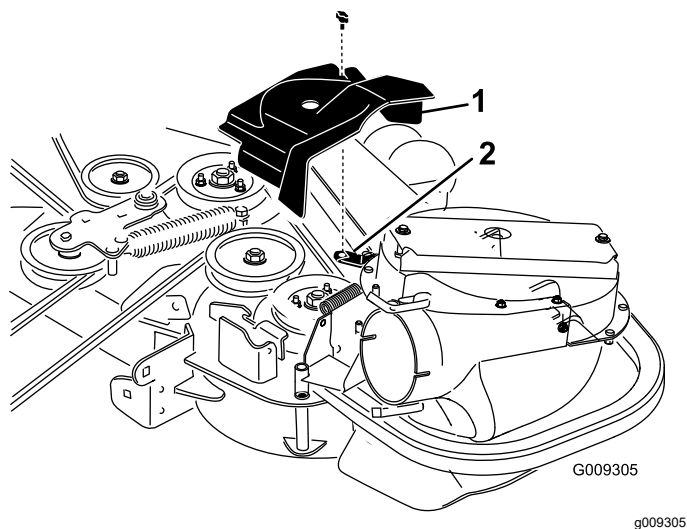
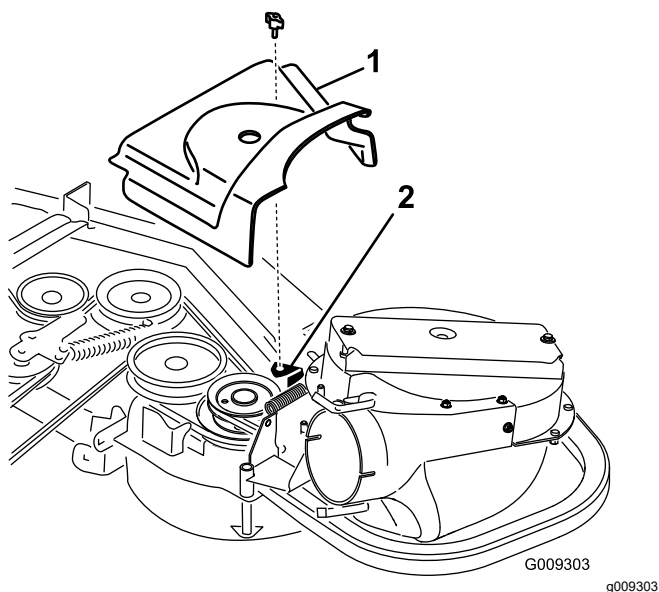

Bild 29
Bild 30
2. Befestigen Sie die neue Riemenabdeckung so, dass die Kerben an beiden Seiten über die Stützen der Riemenabdeckung gehen und verriegeln den Riegel (Bild 29 oder Bild 30).